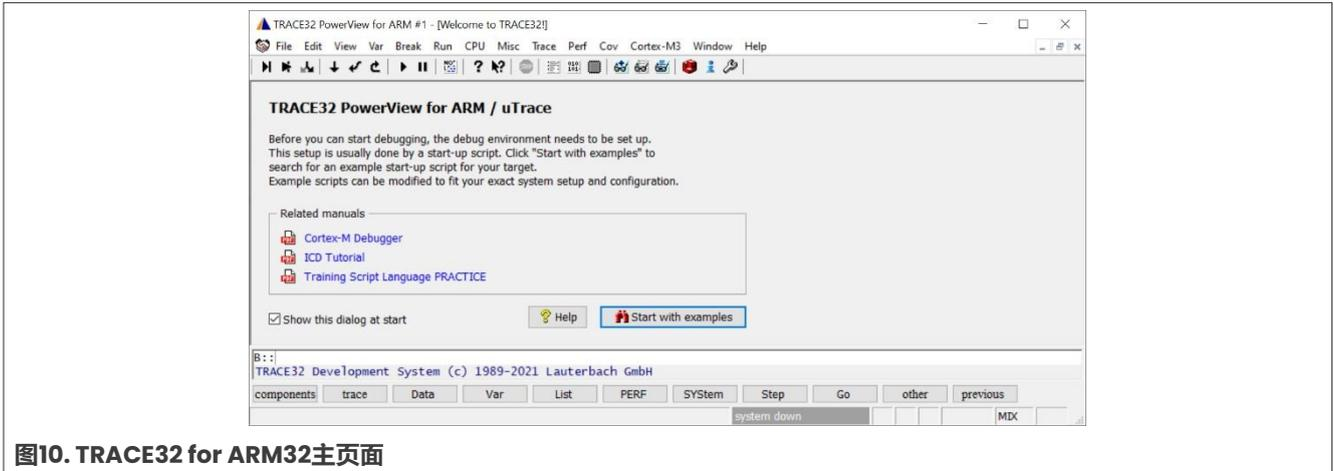

图10. TRACE32 for ARM32主页面
2. TRACE32 for ARM32的主页面如图10所示。如果主页面底部的状态栏显示的是电源关闭 (power down) 而不是系统关闭 (system down)，请检查调试器的电源以及与FRDM-MCXAI53开发板上JTAG接口的连接。